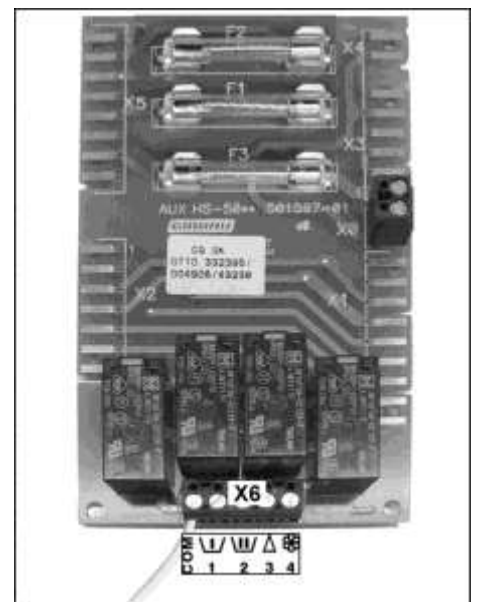

Fig. 3.12
**POTENTIAL FREE RELAY CONTACTS** (Fig. 3.12).